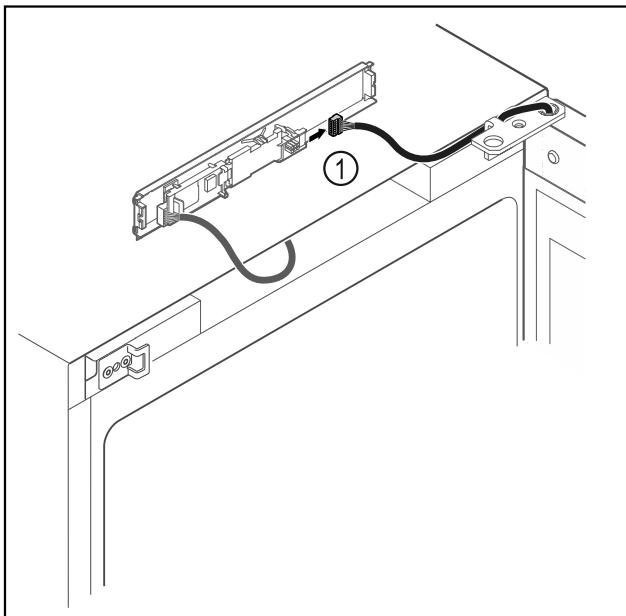

Fig. 18
- Αποσυνδέστε το φίς Fig. 18 (1) από την πλακέτα.